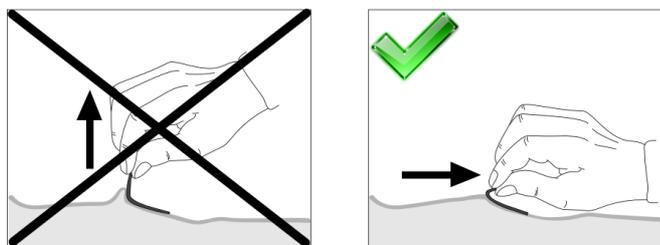

Fig. 4.12 Retrait des électrodes adhésives
- Détacher avec précaution les électrodes de la peau du patient (voir Fig. 4.12 Retrait des électrodes adhésives).